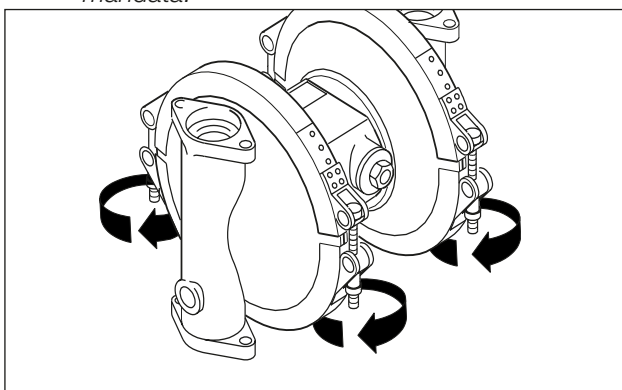

Fig. 10: Apertura delle fascette.
- Staccare gli espansori (per evitare che i dadi e i perni in acciaio inox si blocchino, eventualmente lubrificare) (Fig. 10). Nelle versioni in acciaio inox lucidato (DB, DH), aprire il collegamento a vite del raccordo milchrohr.